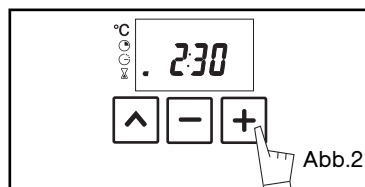

Abb.2
- Über die Taste „^“ abspeichern, oder einige Sekunden warten (Abb. 2).